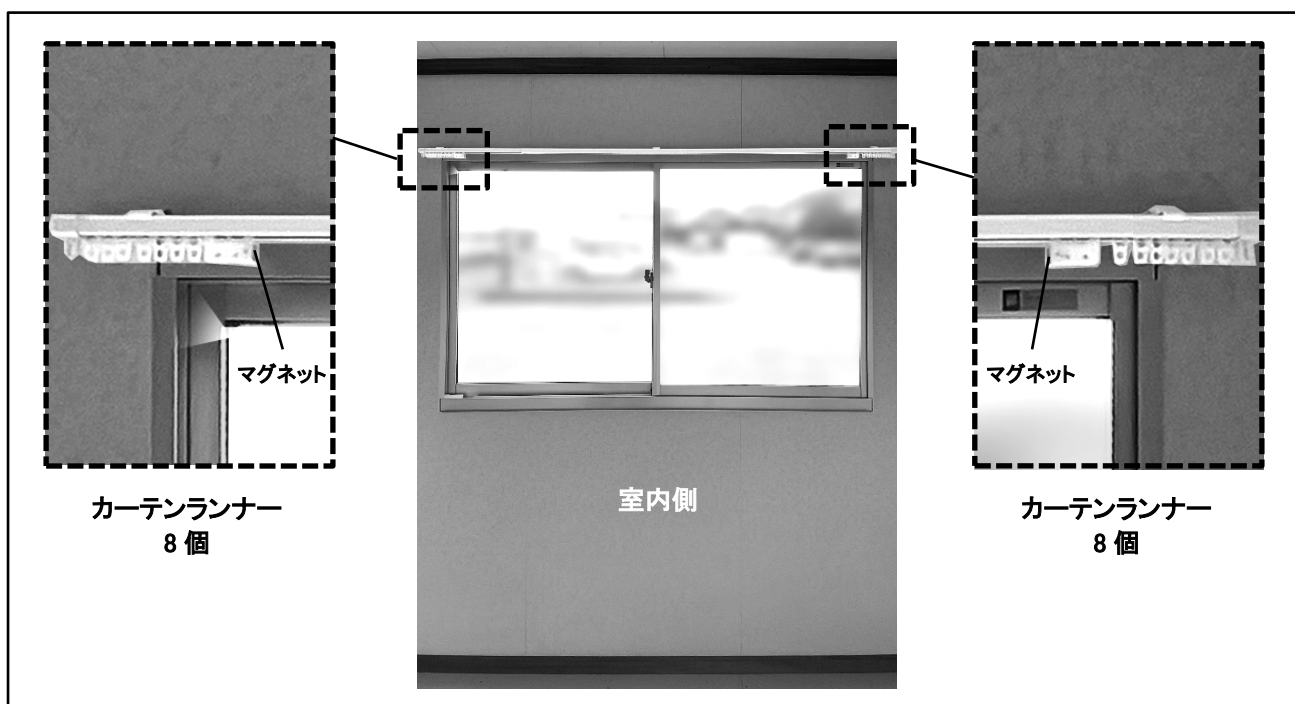

Fig. 9-1
- ・室内にカーテンレールを前面室内側(窓部分)に 1 箇所装備しています。お客様でカーテンをご用意いただき装着することが可能です「Fig.9-1」。